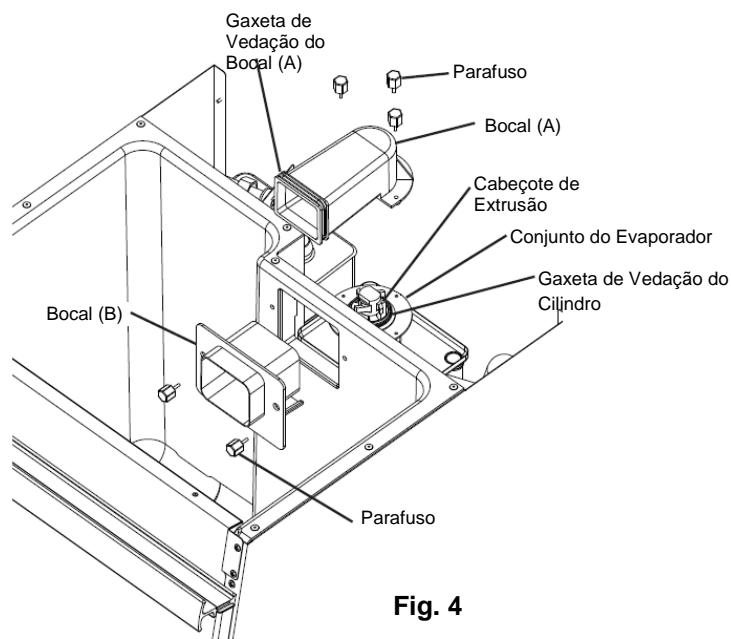

Fig. 4
- 8) Remova os parafusos prendendo o bocal (B) ao depósito de gelo e então retire o bocal (B). Vide a Fig. 4.
- 9) Remova os parafusos prendendo o bocal (A) ao conjunto do evaporador, então retire o bocal (A).
- 3) Remova os parafusos prendendo o bocal (B) ao depósito de gelo, então retire o bocal (B).
- 4) Remova os parafusos prendendo o bocal (A) ao conjunto do evaporador, então retire o bocal (A). Remova a gaxeta do bocal (A) e a gaxeta do cilindro. Vide a Fig. 4.